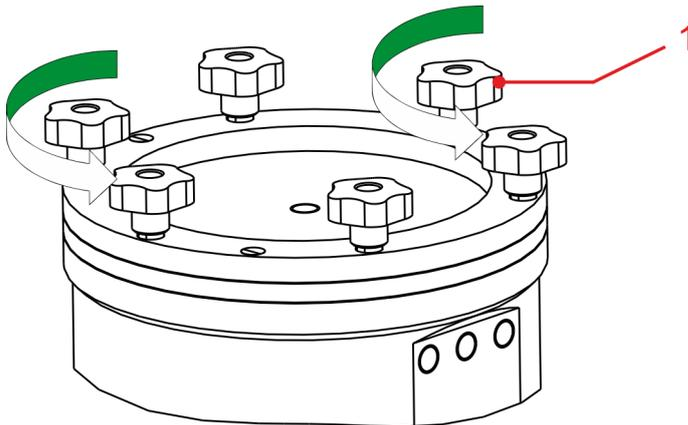

Abb. 5: Öffnen des Behälterdeckels
1. Die ersten zwei gegenüberliegenden Knebelmutter (Abb. 5, Pos. 1) um je 2 Umdrehungen lösen. Dann die nächsten zwei gegenüberliegenden Knebelmutter ebenso lösen. Nach Knebelmutter 5 und 6 den Vorgang wiederholen, bis alle Knebelmutter den Deckel freigegeben haben.
2. Der Behälterdeckel hebt sich durch Lösen der Knebelmutter (Abb. 5, Pos. 1) (maximal 3 Umdrehungen) und kann durch komplettes Lösen aller Knebelmutter abgenommen werden.